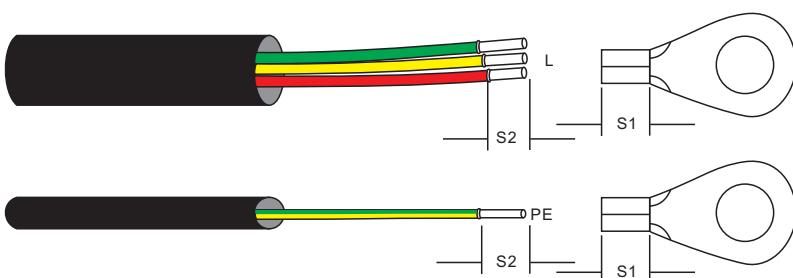

图3.19 剥开交流线缆
2. 将交流线缆绝缘护套的末端剥去约300mm，然后剥去每根导线的末端（参见图3.19）